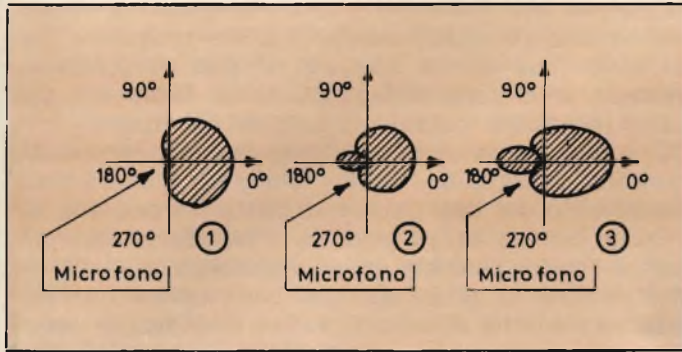

Fig. 3 - Curva polare di un microfono cardiaco (1), super cardiode (2) e iper-cardiode (3).
La fig. 3 mostra il diagramma di direttività di un microfono cardiode (1), super-cardiode (2) e iper-cardiode (3).